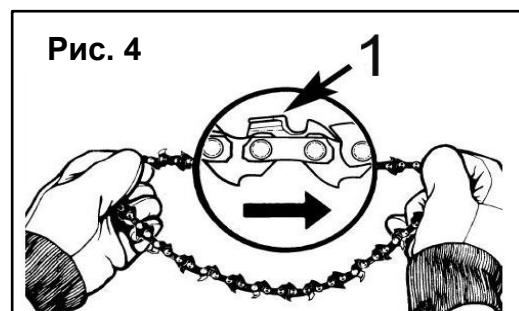

Рис. 4
- Растяните цепь так, чтобы резцы были направлены ПО ЧАСОВОЙ СТРЕЛКЕ к вращению (Рис. 4).